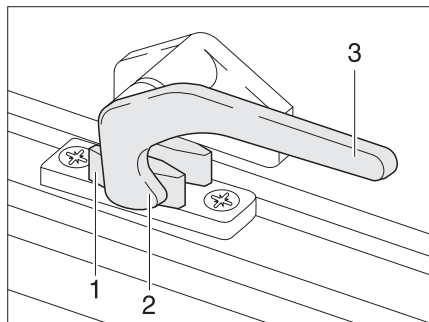
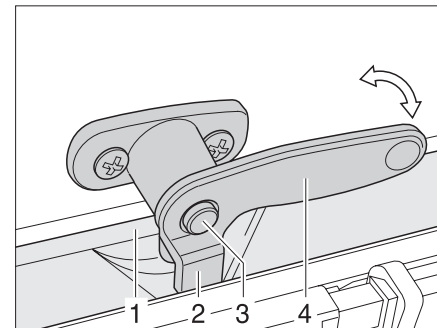

Bild 18 Verriegelungshebel in Stellung „geschlossen“
Bild 19 Verriegelungshebel mit Sicherungsknopf in Stellung „geschlossen“
- ▶ Falls vorhanden, den Sicherungsknopf (Bild 19,3) drücken und gedrückt halten.
- ▶ Den Verriegelungshebel (Bild 18,3 bzw. Bild 19,4) eine viertel Umdrehung zur Fenstermitte hin drehen.
- ▶ Den Verriegelungshebel (Bild 18,3 bzw. Bild 19,4) eine viertel Umdrehung zum Fensterrahmen hin drehen. Die Verriegelungsnase (Bild 18,2 bzw. Bild 19,2) liegt auf der Innenseite der Fensterverriegelung (Bild 18,1 bzw. Bild 19,1).
- in Stellung „fest verschlossen“ (Bild 18)